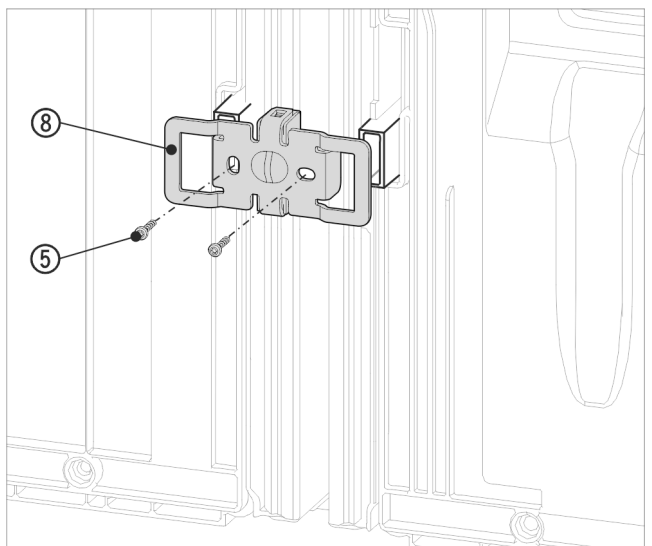

Fig. 18 Zobrazení příkladu
- Úhelník Fig. 18 (8) znovu zasuňte vybráním přes úchyt pro vyme-zovač odstupů od stěny.
- Přišroubujte pomocí 2 šroubů Fig. 18 (5).